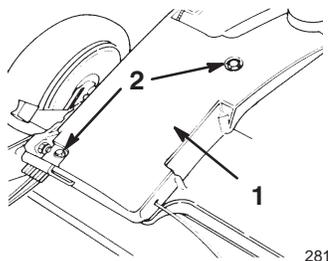

Figure 25
- Déposez le couvercle (Fig. 25).
- Enlevez les boulons qui fixent le couvercle de courroie à la tondeuse (Fig. 25).